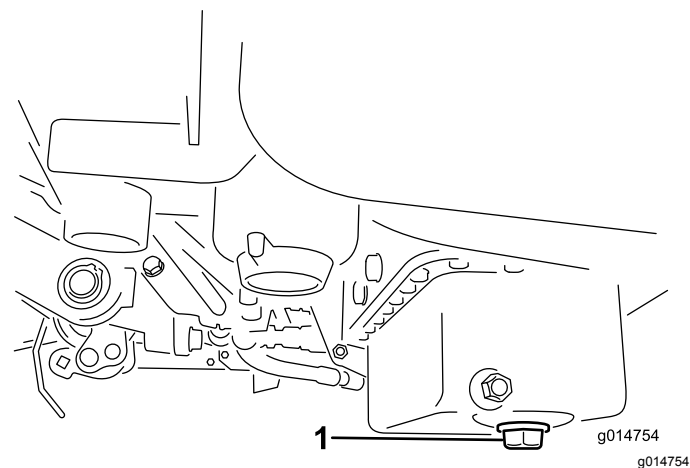

图28
1. 拆下排油塞、让油流入放油盘。油不再流时、安装排油塞 图28。